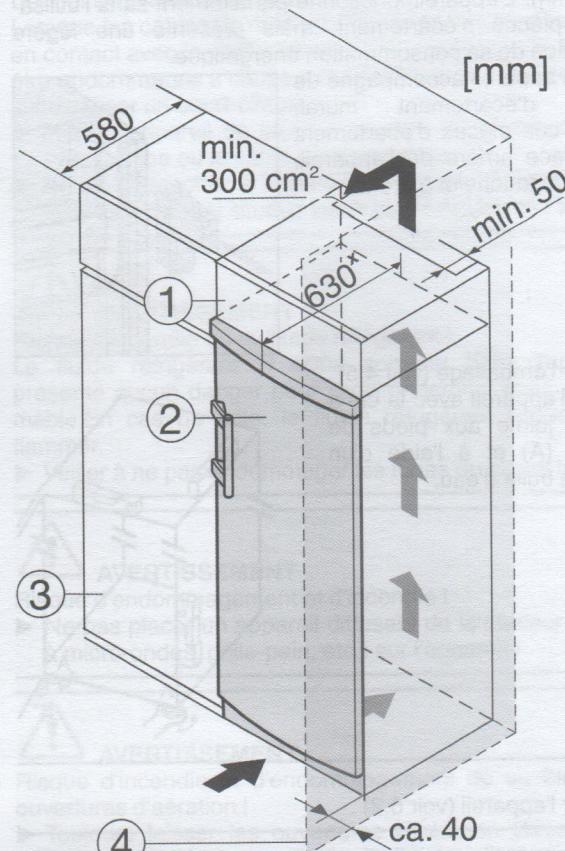

Fig. 9
L'appareil peut être réagencé avec des buffets de cuisine. Pour adapter l'appareil Fig. 9 (2) à la hauteur du coin cuisine, une rehausse Fig. 9 (1) peut être posée sur l'appareil.
Lors de la transformation avec des placards de cuisine (profondeur max. 580 mm), l'appareil peut être placé directement à côté du placard de cuisine Fig. 9 (3). L'appareil dépasse latéralement de 34 mm^x et de 50 mm^x au centre de l'appareil par rapport à la face avant du placard de cuisine.
Si l'appareil est installé avec les charnières à côté d'un mur Fig. 9 (4), la distance entre l'appareil et le mur doit être de 40 mm min. Ceci correspond à la saillie de la poignée lorsque la porte est ouverte.